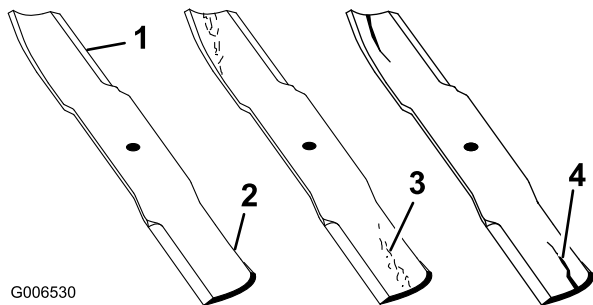

Figure 59
1. Examinez le tranchant des lames (Figure 59). Si les lames ne sont pas tranchantes ou si elles présentent des indentations, déposez-les et aiguisiez-les (voir Aiguisage des lames).
2. Inspectez les lames, surtout la partie relevée (Figure 59). Remplacez immédiatement toute lame
usée, endommagée ou qui présente une entaille (repère 3. de la Figure 59).